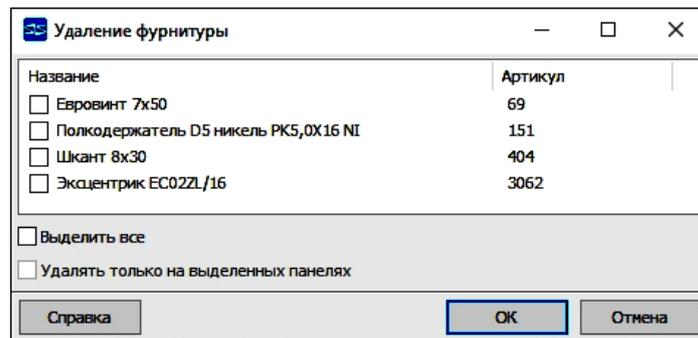

Рис. 2.26. Меню удаления крепежа по указанию
- ранее установленные крепежные элементы при необходимости могут быть удалены. Для этого можно воспользоваться кнопкой  — *Удаление фурнитуры и блоков*. После вызова команды появляется диалоговое окно, в котором можно задать один из способов удаления крепежных элементов (рис. 2.26)